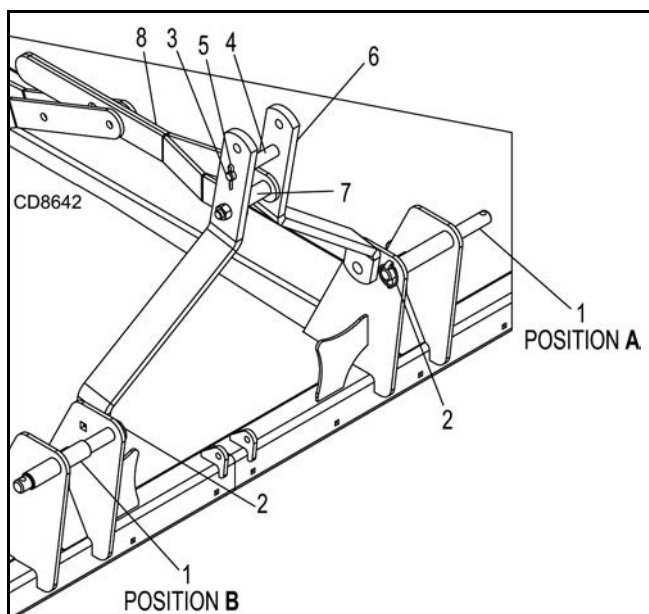

Figure 3. Connexion de l'attelage rapide et standard (DS10.40E)
2. Insérez les axes d'attelage inférieurs (1) comme sur la position B, Figure 3, entre les plaques de montant et les bras de relevage inférieurs du tracteur.
3. Sécurisez à l'aide d'axes Klik (2).
4. Reliez la bielle supérieure du tracteur au cadre en A de la faucheuse à l'aide des trous du milieu et d'une goupille de 19 mm (3/4 in) (3), d'un manchon de 25,4 mm (1 in) DE (4), d'une goupille fendue (5) et d'un axe Klik de 6,4 mm (1/4 in) (6).
2. Insérez les axes d'attelage inférieurs (1) comme sur la position A, Figure 3.
4. Reliez la bielle supérieure du tracteur au cadre en A de la faucheuse à l'aide des trous supérieurs et d'une goupille de 19 mm (3/4 in) (3), d'un manchon de 31,8 mm (1-1/4 in) DE (non indiqué sur la figure), d'une goupille fendue (5) et d'un axe Klik de 6,4 mm (1/4 in) (6).
1. Placez les axes d'attelage inférieurs (1) comme sur la position A, Figure 3.
2. Le crochet supérieur situé sur l'attelage rapide entraînera le manchon de 31,8 mm (1-1/4 in) (7) entre les biellettes d'arrêt (8), comme indiqué pour la catégorie 2. Vous devrez placer les biellettes d'arrêt et le manchon dans le trou du milieu du cadre en A pour la catégorie 3.